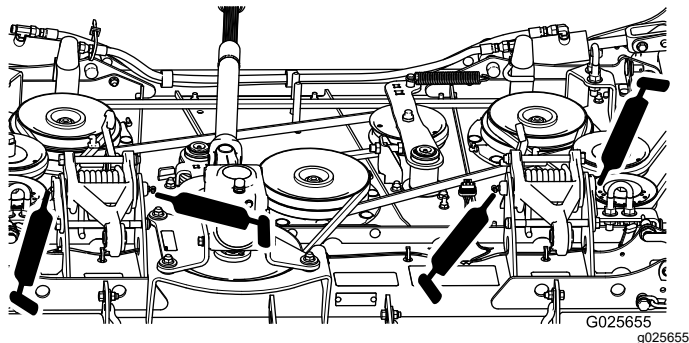

Figure 14
- Bielles de plateau (5) (Figure 14)